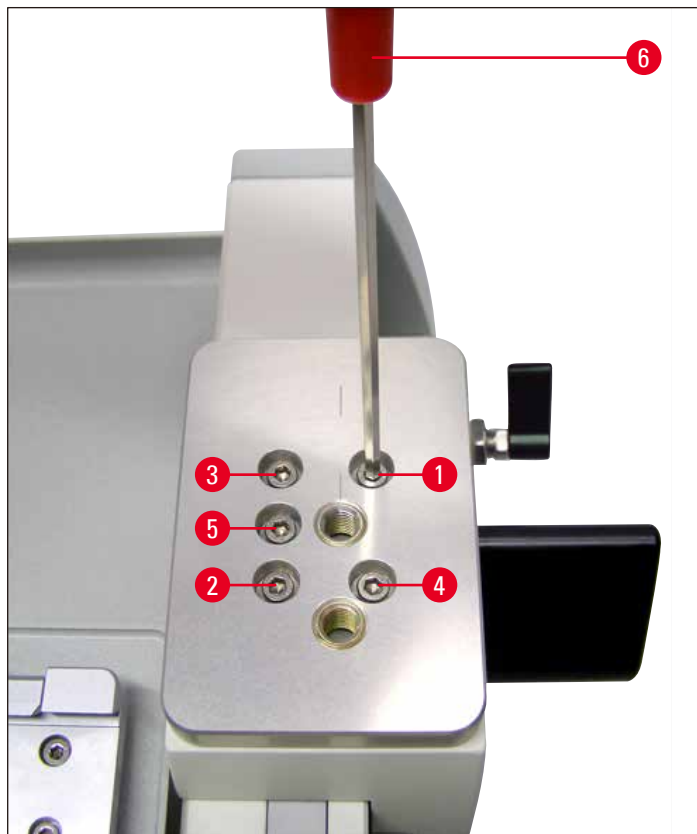

图 10
- 将五颗埋头螺丝 (→ 图 10-1) (→ 图 10-2) (→ 图 10-3) (→ 图 10-4) (→ 图 10-5) 插入钻孔中, 并使用 T25 内六角扳手 (→ 图 10-6) 交替拧紧 (顺序如 (→ 图 10) 所示)。